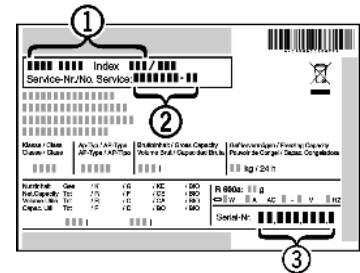

Fig. 39
- ▶ Gerätebezeichnung Fig. 39 (1), Service-Nr. Fig. 39 (2) und Serial-Nr. Fig. 39 (3) vom Typenschild ablesen. Das Typenschild befindet sich an der linken Geräteinnenseite.